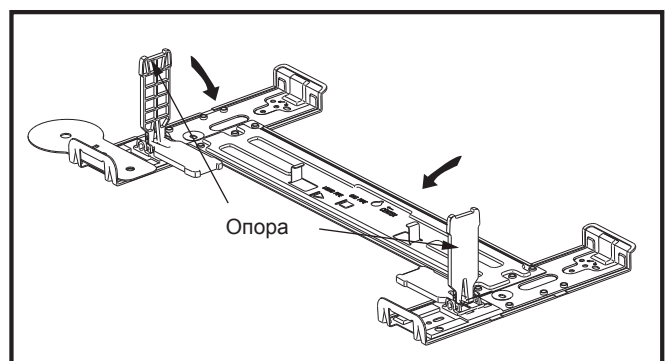

Рис. 18
7. Закройте две опоры на монтажной плите, как показано на рис. 18. Затем, постепенно двигая блок, найдите наилучшее место для установки, и нажмите на блок, фиксируя его в двух пазах (Рис.19).